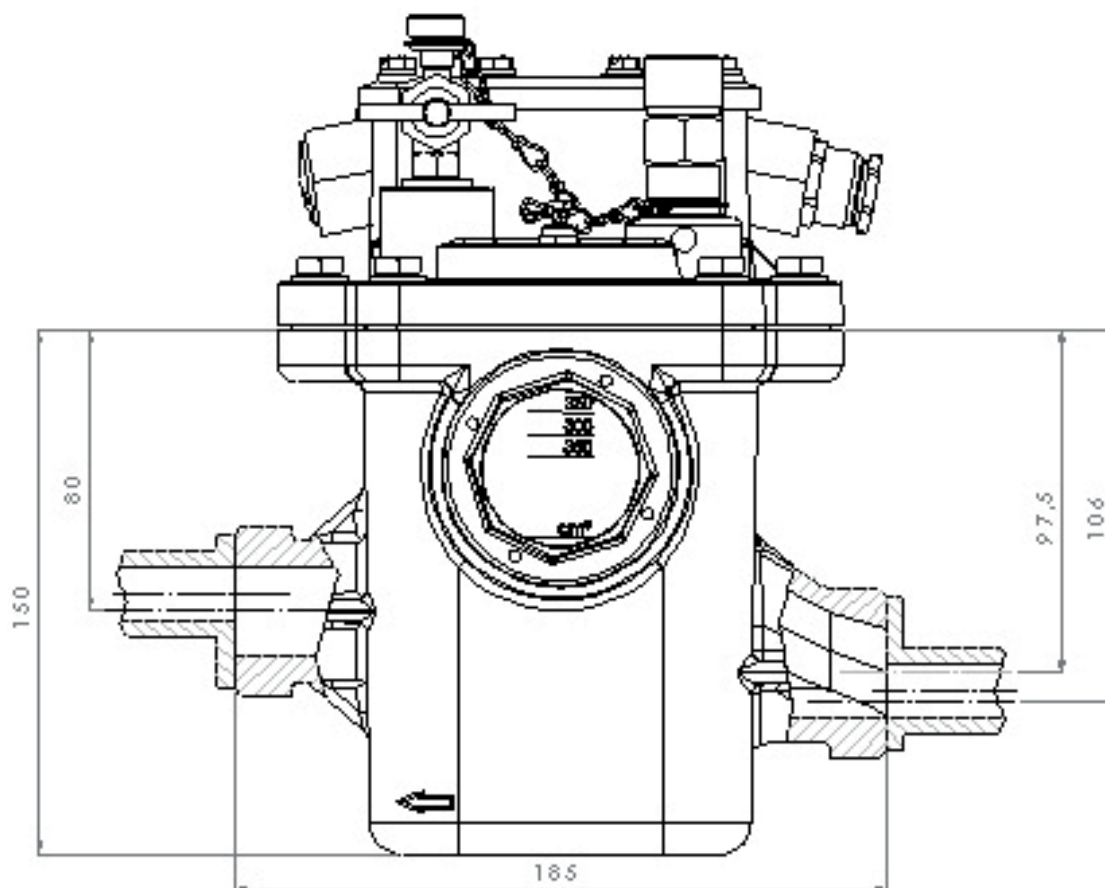

Bild 7 - Buchholzrelais Typ 22 (BB25)
- Funktionsbedingt erfordert das Buchholzrelais BB 25 einen Rohrleitungsversatz von 17,5 mm (siehe Bild 7).
- eine Rohrleitung mit DN 25 zum Einsatz kommt. Ist dies konstruktiv nicht möglich, ist die Rohrleitung bzw. ihre Verbindung mit dem Relais so auszulegen, dass der Abfluss der Isolierflüssigkeit vom Relais zum Trafokessel sowie das Entweichen überschüssigen Relaisgases zum Ausdehnungsgefäß in jedem Fall gewährleistet wird (siehe Bild 7). In diesem Fall ist zu berücksichtigen, dass die der Ölströmung (m/s) zugeordnete Menge (l/min) vom tatsächlichen Rohrleitungsquerschnitt abhängig ist.